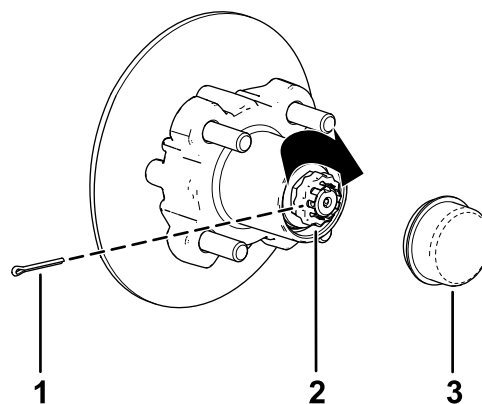

Figura 40
8. Coloque el retén sobre la tuerca y compruebe la alineación de la ranura del retén y el taladro de la chaveta del eje (Figura 40).
9. Instale la chaveta y doble las patas alrededor del retén (Figura 40).
10. Instale el tapón guardapolvo sobre el cubo (Figura 40).